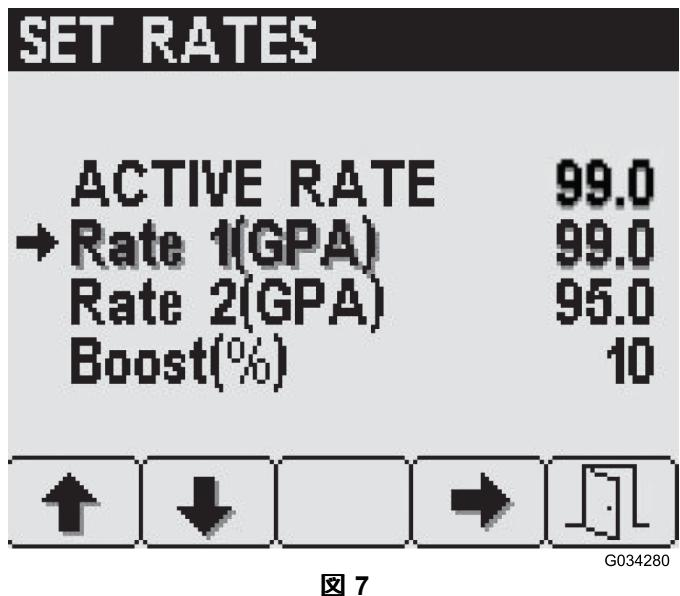

図7
メインメニューでボタン2を何度か押して図6Set Ratesへ移動し、ボタン4で Set Rates を選択します図7。
1. ボタン1または2を押して希望する増減パーセントを表示させる図7。